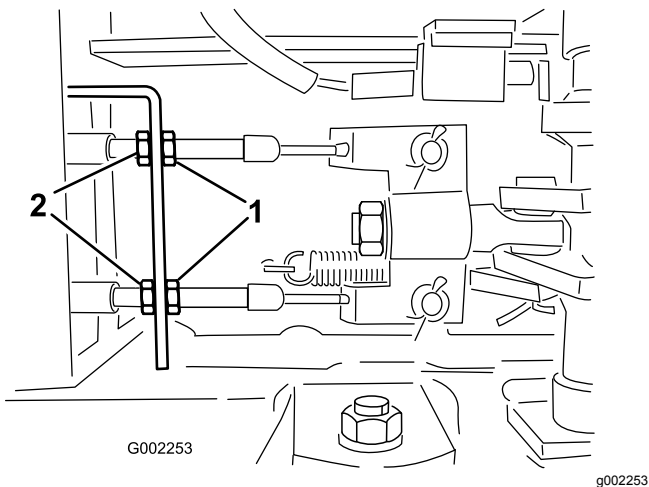

图57
5. 松开打药车前端下面的刹车线上的前螺母 图57。
6. 均匀地旋紧后螺母、直至刹车踏板移动 12cm 时即感觉到阻力 图57。